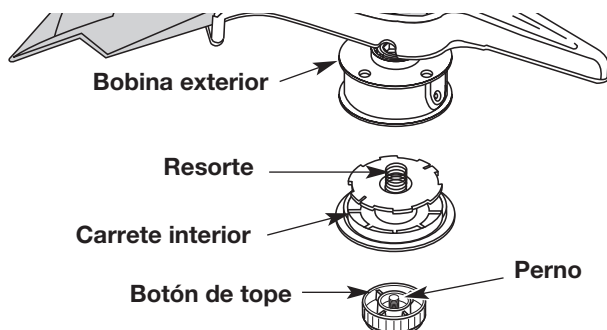

Fig. 31
1. Sostenga la bobina exterior con una mano y desenrosque el botón de tope en sentido antihorario (Fig. 31). Inspeccione el perno de adentro del botón
2. Saque el carrete interior de la bobina exterior (Fig. 31).
3. Saque el resorte del carrete interior (Fig. 31).
1. Sostenga la bobina exterior con una mano y desenrosque el botón de tope en sentido antihorario (Fig. 31). Inspeccione el perno dentro del botón de tope para verificar que se mueva con libertad. Cambie el botón de tope si está dañado.
2. Saque el carrete interior viejo de la bobina exterior (Fig. 31).
3. Saque el resorte del carrete interior viejo (Fig. 31).